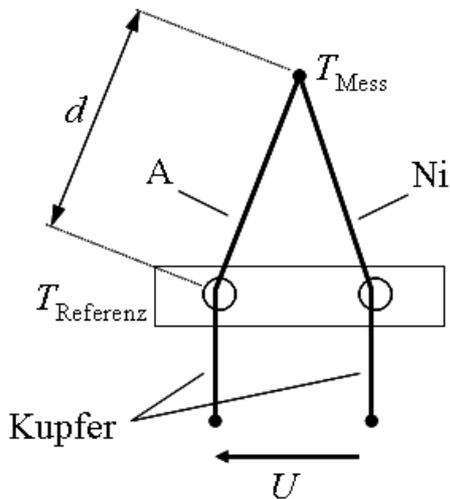

Bild 1:
a) Betrachten Sie das in Bild 1 skizzierte Thermoelement.
c) Wie groß ist die Konzentration n der Leitungselektronen im Nickel-Drahtstück (rechter Schenkel des Thermoelements in Bild 1)? (1 Punkt)